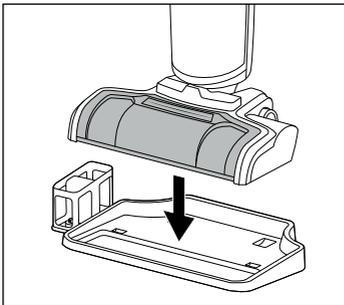

Fig. 45
- ◆ Bær altid produktet i bærehåndtaget ⑬.
- ◆ Stil produktet på bakken til frastilling ④ i parkerings- og rengøringsstationen (se fig. 45).